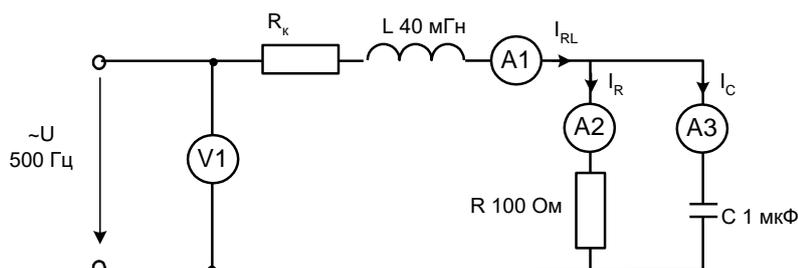

Рисунок 8.20 – Схема электрических соединений
- Соберите цепь согласно схеме (рис. 8.20), включив в неё виртуальные приборы V1 и A1 и безразлично виртуальные или реальные A2 и A3.